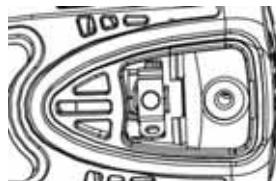

Fig. 3
C. Nieuwe koolborstels zijn goed vervangen. (Zie fig.3).